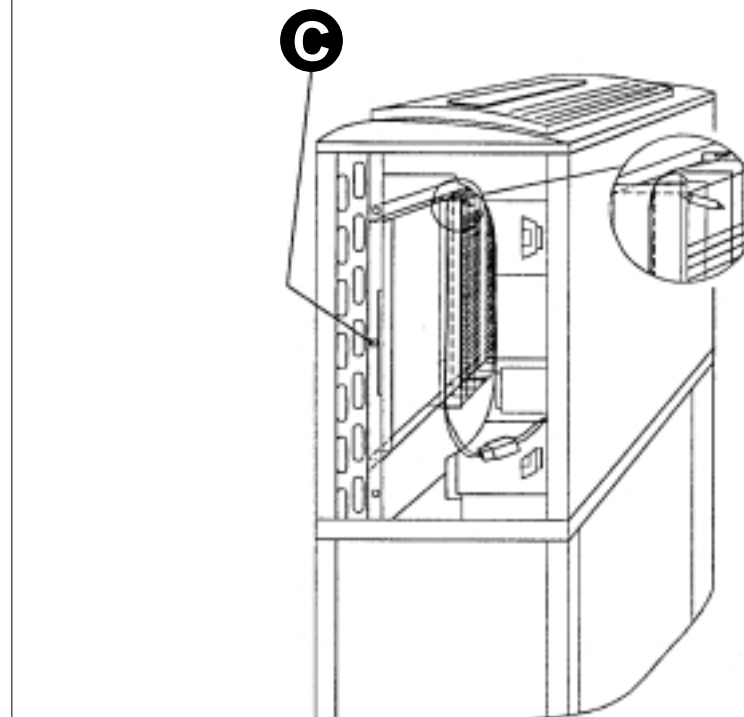

Fig. 2
- 5) Installare l'elemento riscaldante tra l'evaporatore e il ventilatore come da fig. 2 e fissarlo con 2 viti autofilettanti alla parete laterale dell'evaporatore (C).
- 5) Fixer l'ensemble selon fig. 2 entre l'évaporateur et le ventilateur à l'aide des 2 vis fournies (C).
- 4) Die Befestigungsclips (A) und Styropor-Einlagen (B) zwischen dem Verdampfer und Lüfter auf beiden Seiten vorsichtig entfernen (siehe Abb 1).
- 5) Den Heizkörper gemäß der Abb. 2 zwischen dem Verdampfer und Lüfter einsetzen und mit 2 Blechschrauben an den Seitenwänden vom Verdampfer befestigen (C).
- 5) Instalar el elemento calefactor entre el evaporador y el ventilador como se indica en la fig. 2 y fijarlo con 2 tornillos autorroscantes a la pared lateral del evaporador (C).
- 5) Het verwarmingselement zoals aangegeven in fig. 2 tussen de verdampfer en ventilator plaatsen en met twee schroeven aan de zijwanden van de verdampfer bevestigen (C).